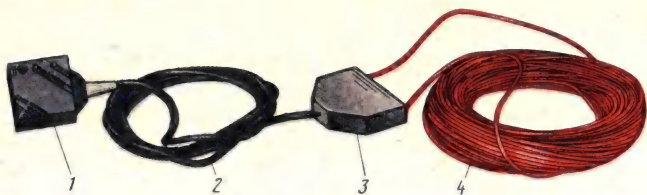

Рис. 21. Электронагревательное устройство УНТ-1:
*Электронагревательное устройство УНТ-1*, предназначенное для обогрева почвы и воздуха в теплицах ЛПХ во всех климатических зонах страны, состоит из нагревательного провода типа ПНВСВ, соединительного кабеля длиной до 25 м и устройства защитного отключения УЗО-В, обеспечивающего электробезопасность (рис. 21).